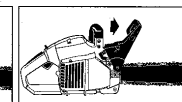

Abb. 7B
2. Die Kettenbremse ist **EINGEKUPPELT** (Kette ist arretiert), wenn der Bremshebel nach vorne gezogen ist. Die Kette sollte sich dann nicht bewegen lassen (Abb. 7B).